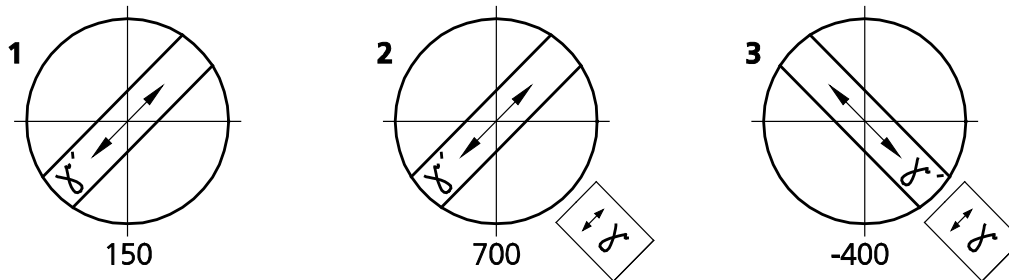
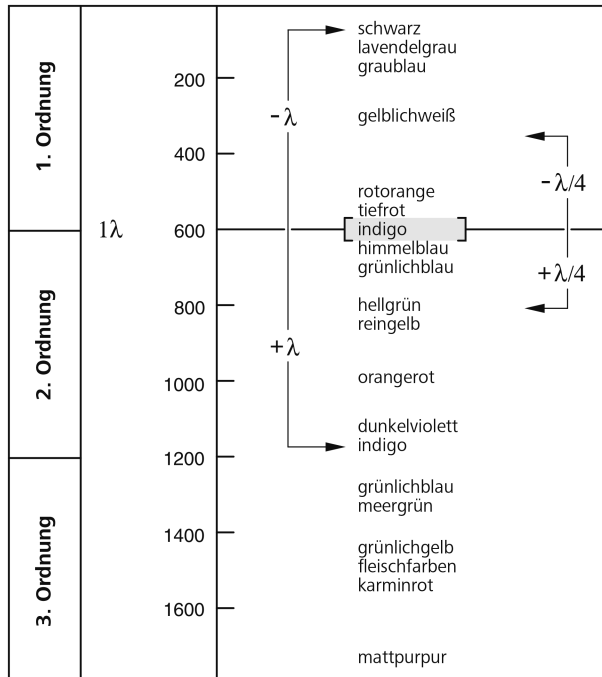

Abb. 4-14 Schwingungsrichtung $n_{\gamma'}$ am Beispiel einer Kunstfaser bestimmen
Abb. 4-15 Schematische Darstellung der Farbtafeln nach Michel-Lévy
- Tisch nun um ca. 45° weiterdrehen, so dass die Faserlängsachse in NO-SW-Richtung orientiert ist (Abb. 4-15). Das Präparat zeigt hier die größte Helligkeit (Diagonalstellung). In dieser Position kann das Präparat eine beliebige Farbe haben.
Der größte Gangunterschied ist gegeben, wenn die Schwingungsrichtung des Präparates mit dem absolut oder relativ größten Brechungsindex (n_γ oder $n_{\gamma'}$) parallel mit der größten Schwingungsrichtung des Lambda-Kompensators verläuft. Das Präparat erscheint dann z. B. in Grün-Blau (Abb. 4-14/2).
Der kleinste Gangunterschied ist gegeben, wenn die Schwingungsrichtung des Präparates mit dem absolut oder relativ kleinsten Brechungsindex (n_α oder $n_{\alpha'}$) senkrecht zu der Schwingungsrichtung des Lambda-Kompensators verläuft. Das Präparat erscheint dann z. B. in Gelb (Abb. 4-14/3).
Die im obigen Beispiel (Abb. 4-14/1) zunächst in Hellstellung auftretende Farbe Grau-Weiß entspricht gemäß der Michel-Lévy-Farbtafel (Abb. 4-15) einem Gangunterschied von 150 nm.